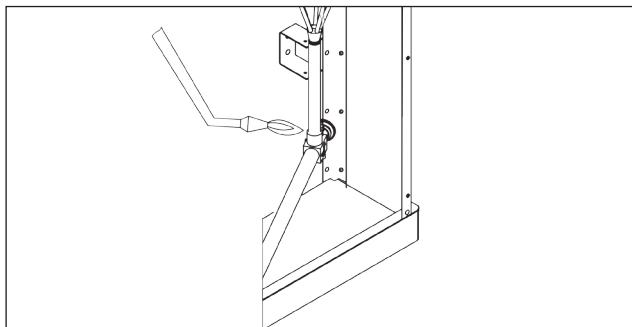

Рис. 11.6
7. Подсоедините жидкостную линию к ТРВ (Рис. 11.6). Во время пайки для исключения образования окалины необходимо удалить кислород из внутреннего контура трубопроводов. Перед пайкой рекомендуется заполнить трубопроводы нейтральным газом.